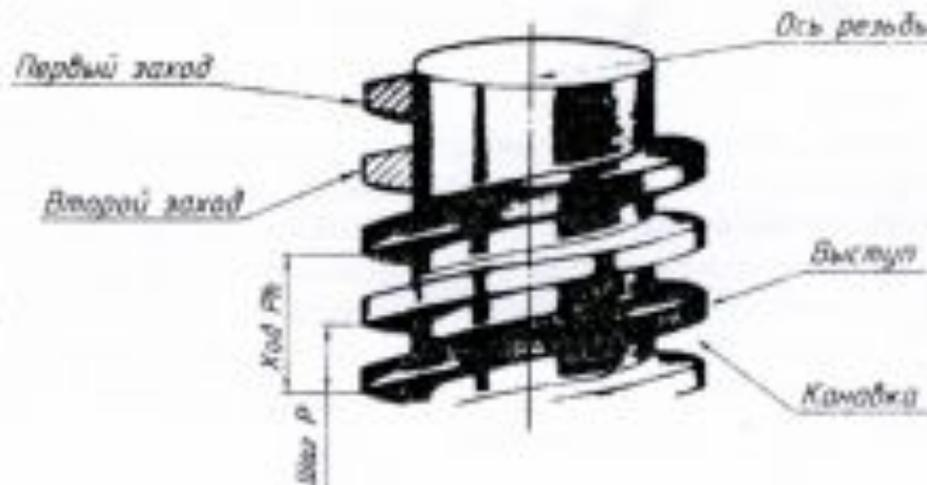

Рис.6
**Ось резьбы** - ось, относительно которой образована винтовая поверхность резьбы (рис.6).
**Выступ резьбы** - выступающая часть материала детали, ограниченная винтовой поверхностью резьбы (см. рис.6).
**Канавка резьбы** - пространство, заключенное между выступами резьбы (см. рис.6).